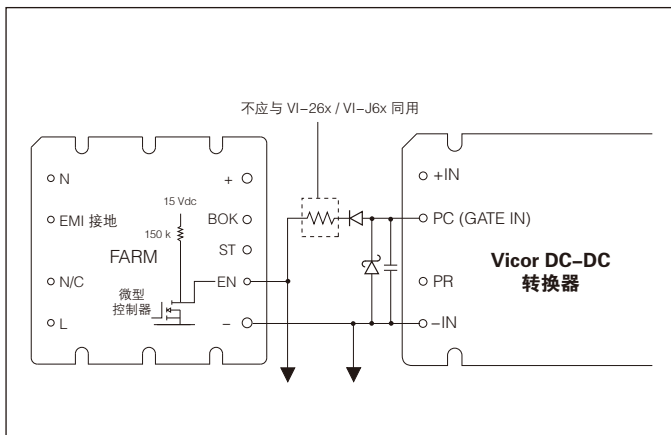

图 8-4 使能 (EN) 引脚功能
**使能 (EN) 引脚** (图 8-4) 使能 (EN) 引脚必须接到所有 DC-DC 转换器模块的 PC 引脚或 GATE IN 引脚，以便刚接通电源时，FARM 能暂时关断 DC-DC 转换器模